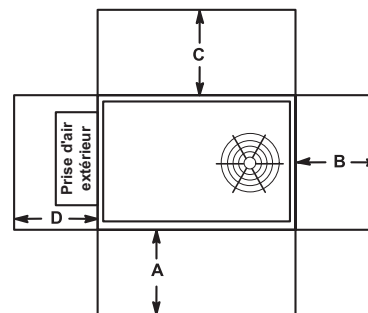

FIGURE 1
Voir les dégagements de l'unité à la FIGURE 1.
- 2 - Les dégagements d'installation spécifiés doivent être respectés lors de l'installation de l'unité. Voir FIGURE 1.